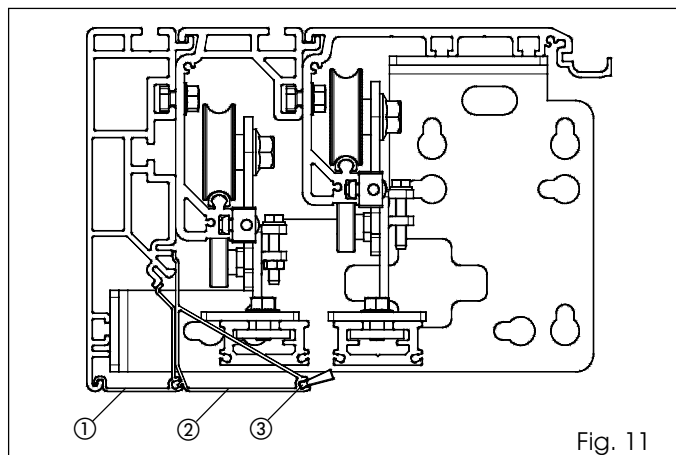

Fig. 11
•Si on utilise le profilé de fermeture pour automatisme autoporteur, l'assembler d'après la fig. 11 réf. ①.
•Si on utilise le profilé de fermeture pour automatisme télescopique, l'assembler d'après la fig. 11 réf. ②.
ATTENTION: monter la brosse (accessoire fig. 11 réf. ③) dans le profilé de fermeture de l'automatisme télescopique avant le montage.